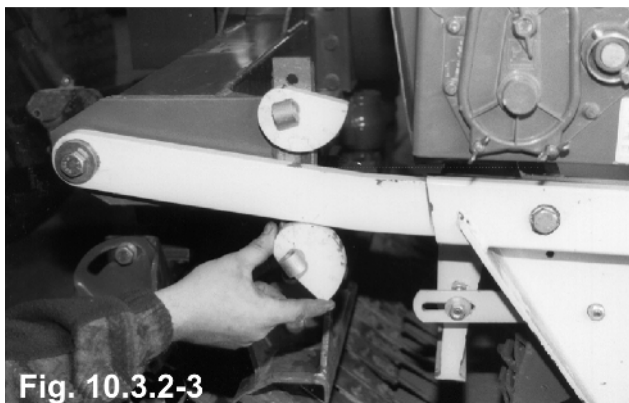

Fig. 10.3.2-3
Bei der Arbeit nimmt die Walze die Höhenführung der Rüttelegge vor damit eine einheitliche Arbeitstiefe sichergestellt ist. Die Arbeitstiefe wird durch die oberen Excenter (Fig. 10.3.2-1) eingestellt.
- Lösen der Sicherungsschrauben der Excenter mit der Kurbel (Fig. 10.3.2-2)
- Unteren Excenter beistellen bis die Tragarme berühren (Fig. 10.3.2-3),